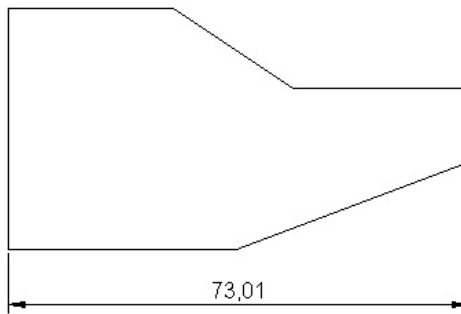

Рис. 5.5. Горизонтальный размер, созданный с помощью указания определяющих точек
6. Поместите размерную линию так, как показано на рис. 5.5. После этого AutoCAD завершит выполнение команды РЗМЛИНЕЙНЫЙ.